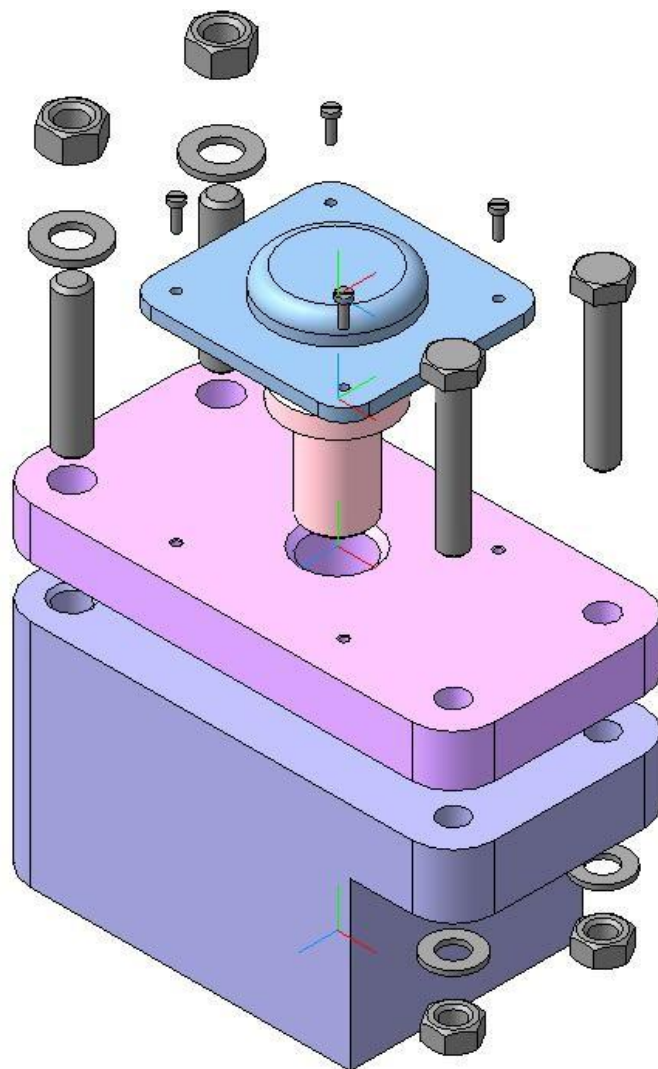

Рис.9.3. Сборка с разнесенными компонентами
- 5) Разнесите детали (компоненты), рис. 9.3.